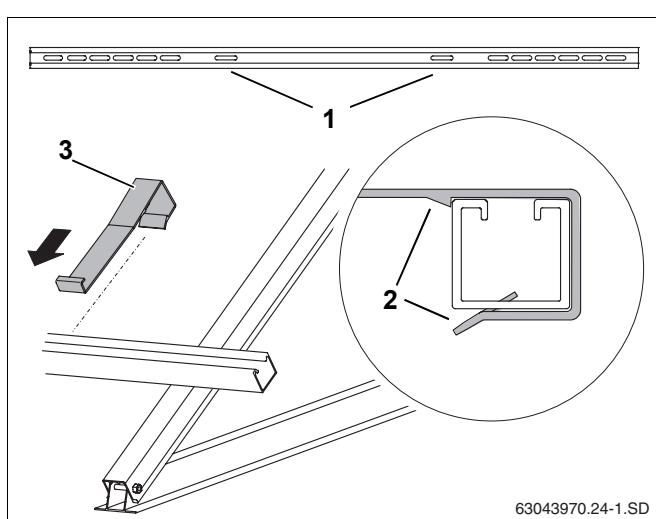

Рис. 36 Установка крепления от сползания
- Крепления от сползания (рис. 36, поз. 3) надеть снаружи на профильные рейки так, чтобы они вошли во внутренние продольные отверстия (рис. 36, поз. 1) до защелкивания (рис. 36, поз. 2).